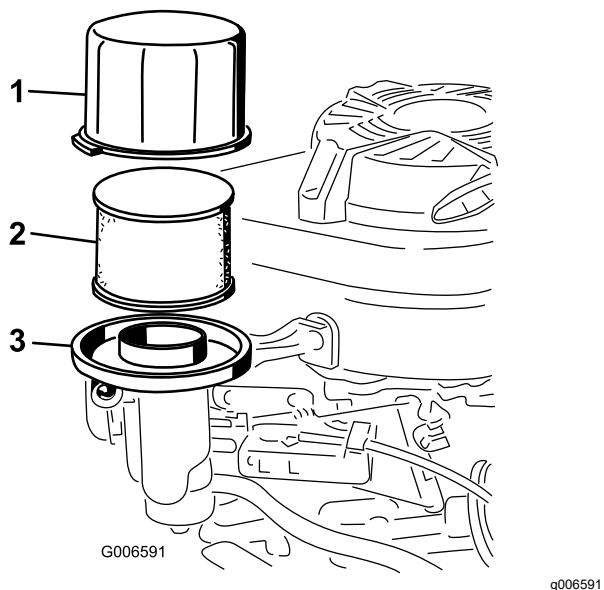

Figura 25
3. Togliete il coperchio e pulitelo accuratamente (Figura 25).
4. Rimuovete il prefiltrato in schiuma sintetica dal filtro di carta (Figura 25) e sostituite quest'ultimo se è eccessivamente sporco.